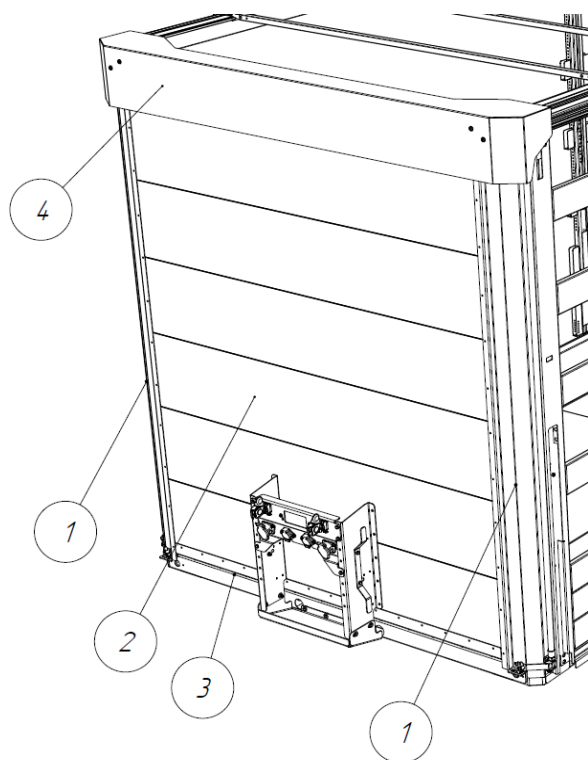

Рис. 1.21 – Передний портал
Передний портал (рис. 1.21) установлен на раме стационарно и является защитным барьером между тягачом и внутренним пространством надстройки. Состоит из угловых стоек (1), профиля стенки (2), нижней планки (3) и козырька (4).